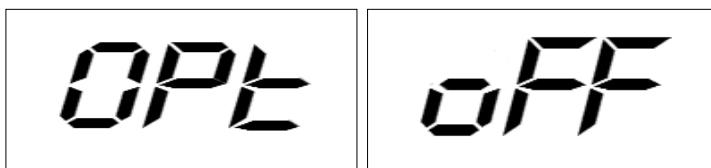
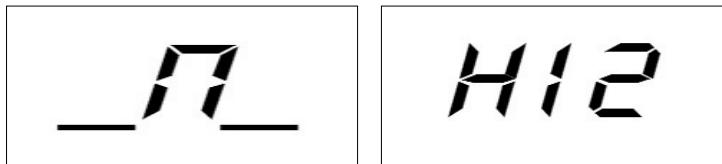

图 F5.2 优化程序不可用
图 F5.3 信息“将轮胎气嘴调整到 12 点钟位置”
- 2) 如果轮胎的静态不平衡量小于 12 克，屏幕将显示图 F5.2 所示信息一秒钟，然后自动退出优化程序。如果轮胎的静态不平衡量等于或大于 12 克，屏幕将显示图 F5.3 所示信息；
7) 停止后屏幕出现如图 F5.3 所示信息。有两个选项可供使用：